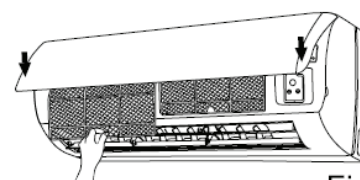

Fig. 23
3. Montera luftfiltret ordentligt längs med pilens riktning i Fig.23 och stäng panelen.